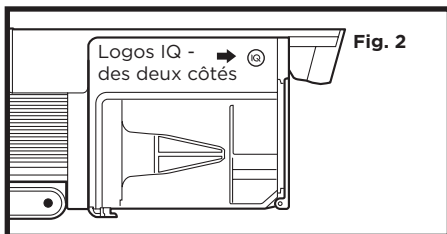

Fig. 2
2. Localisez les capteurs à l'intérieur de la tête d'aspiration de l'aspirateur à main. Les capteurs se situent sur les parois intérieures de la tête d'aspiration, à environ 7 cm sous le passage de l'air, dans l'alignement des logos IQ (Fig. 2) à l'extérieur.